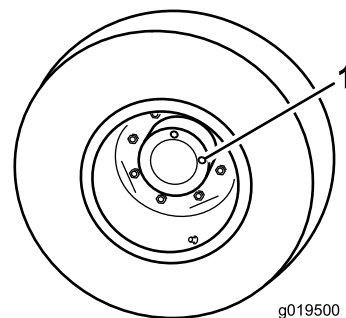

図 73
1. 水平な床面で、点検プラグ（図 73）の1つが時計の 12 時を指し、もうひとつが 3 時を指すように駐車する。
2. 3時の位置にあるプラグを外す（図 73）。点検用プラグの穴から 6mm 以内であればよい。